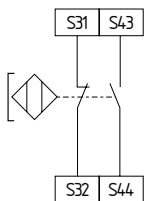

Fig. 14
8.3.3 Configuration capteur - Câblage à 2 canaux d'interrupteurs de sécurité magnétiques selon EN 60947-5-3 (Fig. 14)